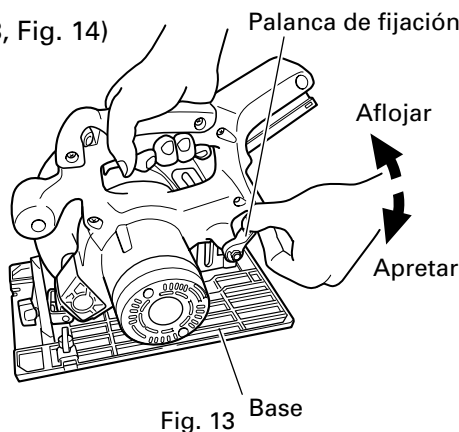
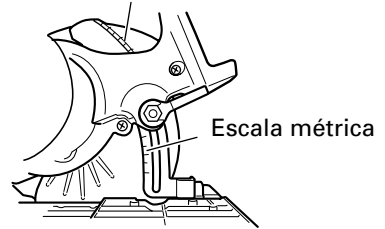

Fig. 13
Fig. 14
Si la palanca de fijación de ajuste de la profundidad de corte (Fig. 13) estuviese floja, podrían producirse lesiones. Cerciórese de que esté apretada con seguridad.
1. Ajuste de la profundidad de corte (Fig. 13, Fig. 14)